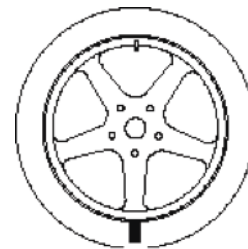

Figure F5.6. Positionnement du marquage à 180° par rapport à la valve
5. Enlever la roue de la machine, détalonner le pneumatique et effectuer une rotation pour placer le marquage à 180° par rapport à la valve, comme indiqué sur la figure F5.6.